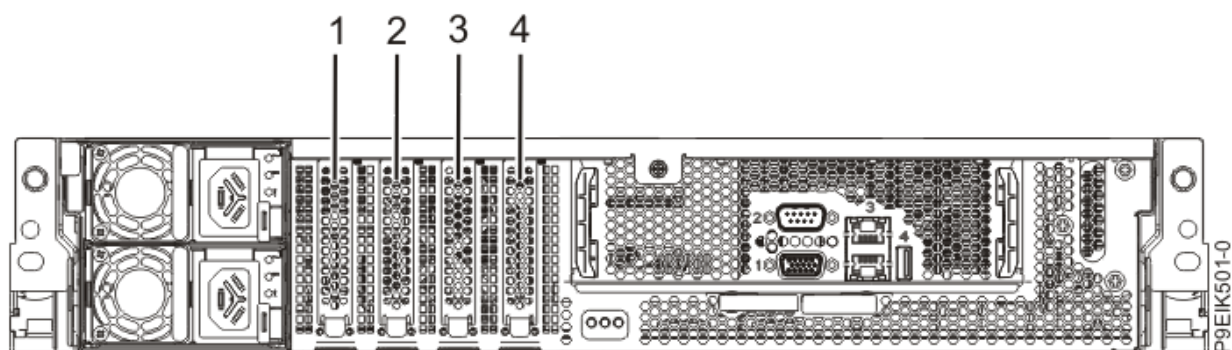

Figura 31. Vista posterior de un sistema con las ranuras PCIe indicadas
2. Emplee la ranura correcta para el adaptador PCIe, tal como se muestra en la Figura 31 en la página 65.